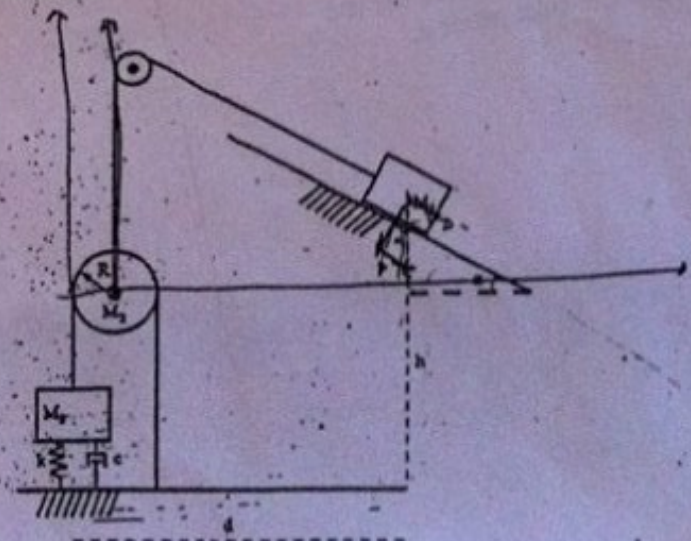

Figura 2
Per il sistema schematizzato in figura 2, dedurre il periodo delle piccole oscillazioni. Il sistema è soggetto alla forza peso. Si consideri la fune inestensibile e la puleggia vincolata al telaio (la più in alto in figura) priva di massa.
2. Dedurre le equazioni del moto per il manovellismo di spinta centrato schematizzato in Figura 2, nell'ipotesi che siano trascurabili tutti gli attriti, le masse (ad eccezione di quella m del pattino), costante la rigidezza k . La lunghezza a riposo della molla è pari a d_0 . (Utilizzare l'angolo θ quale coordinata). Lunghezza biella = L , lunghezza manovella = L .